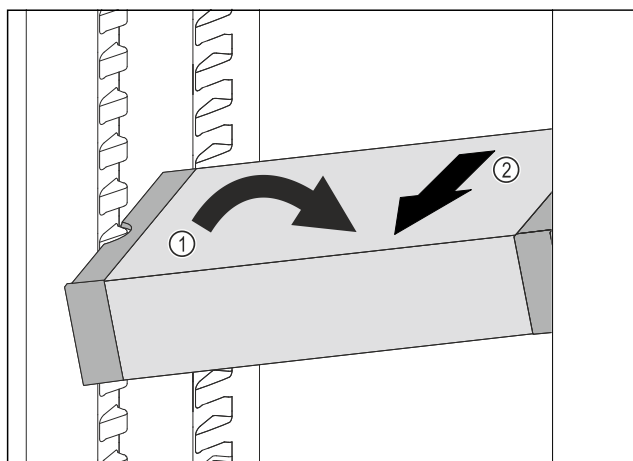

Fig. 152
- VarioSafe postavte v chladničce šikmo. Fig. 152 (1)
- VarioSafe odeberte směrem dopředu. Fig. 152 (2)